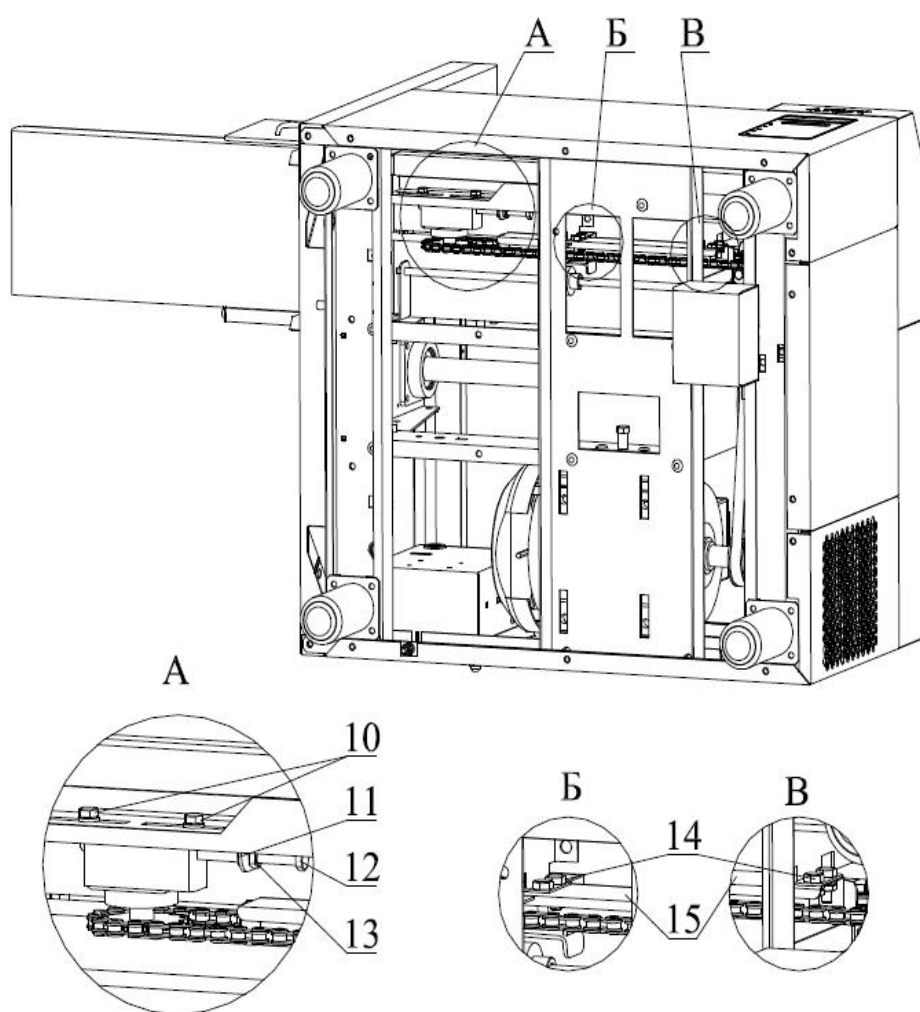

Рис. 7
7.3. Натяжение цепи (рис.7)
7.4. Регулировка направляющей цепи (рис.7)